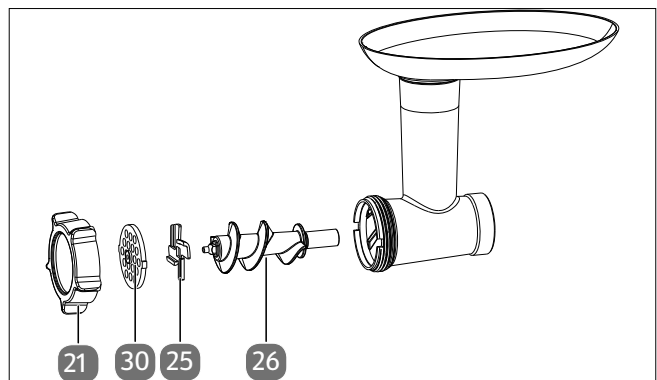

Fig. 12 – Accesorios de la picadora
- ▶ Monte la picadora con los accesorios en el orden anteriormente indicado (véase Fig. 12).